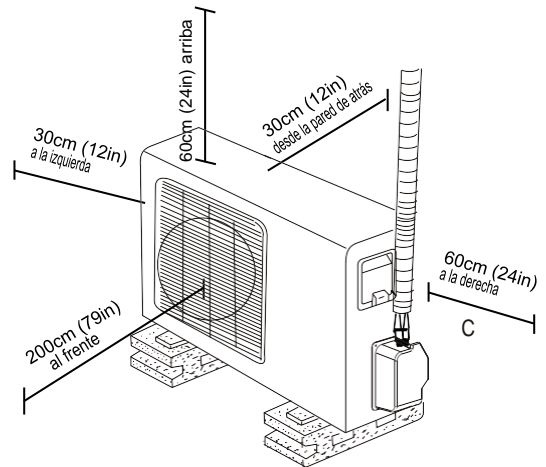

Fig. 5.1
- ✓ Cumplen todos los requisitos de espacio que se muestran en Requisitos de espacio para la instalación (fig. 5.1)